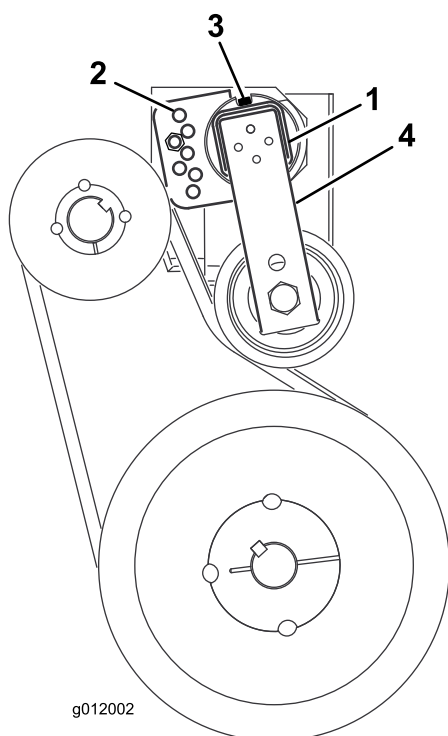

Figura 15
3. Rimuovete la vite a testa cilindrica e il dado che fissano la guida al telaio del soffiatore (Figura 15).
4. Sul retro del telaio, allentate la vite a testa cilindrica che fissa il tendicinghia al telaio (Figura 15).
6. Inserite la vite a testa cilindrica nei fori allineati della guida e fissatela con il dado (Figura 15).